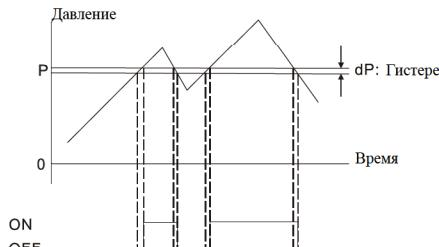

Рис. 1: Простой режим работы выходов
- Простой режим.** При заданном давлении P, когда измеренное давление превысит (P + dP), выход включится (ON), а когда давление станет меньше P, выход выключается (OFF). См. рис.1.